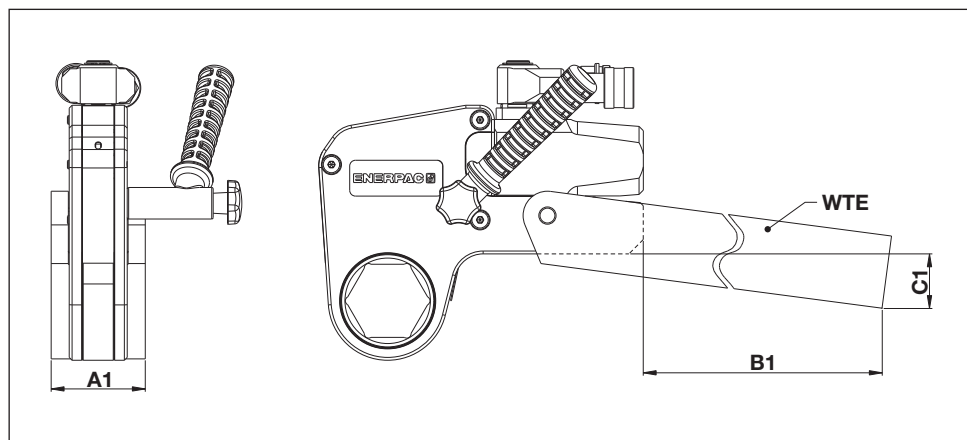

Fig. 21
6.1.1 Dimensiones, brazo de reacción extendido, serie WTE (Fig. 21)